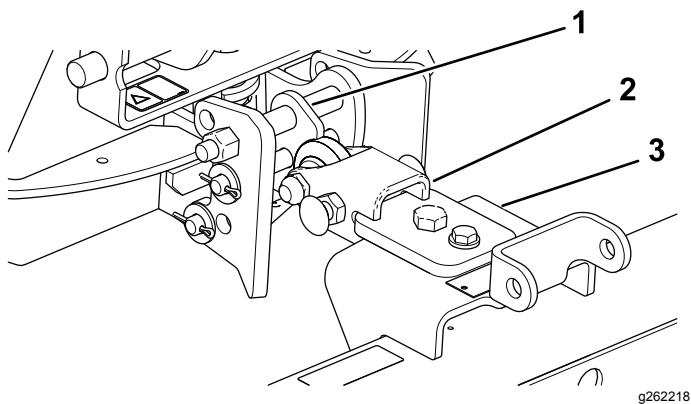

図 11
1. ヒッチアセンブリを、角度の付いている側が上になるようにして取り付ける図 11。
2. 牽引バーをハンガーアセンブリの上側に組み付ける図 11。